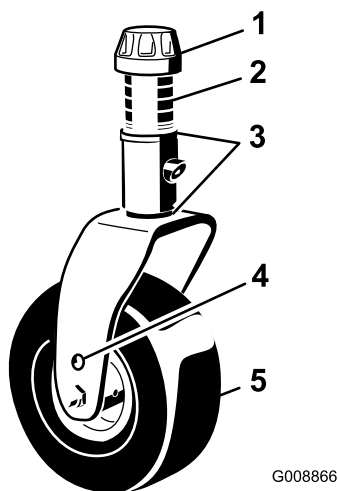

Рисунок 6
2. Поместите оси поворотных колес в одинаковые отверстия в обеих поворотных вилках. Для определения правильных отверстий в зависимости от настройки высоты см. Рисунок 6.
3. Снимите колпачковую гайку с вала шпинделя и извлеките шпиндель из рычага поворотного колеса (Рисунок 6). Поместите на вал шпинделя две регулировочные прокладки (3 мм), как они были установлены первоначально. Эти регулировочные прокладки необходимы для обеспечения одинакового уровня по всей ширине режущих блоков. Наденьте на вал шпинделя нужное число проставок толщиной 13 мм для получения требуемой высоты скашивания; затем наденьте шайбу на вал.